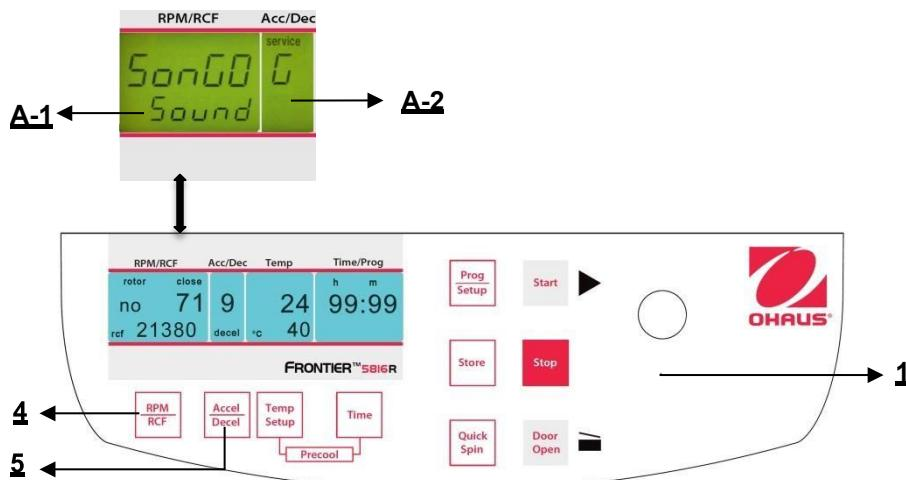

Figura 37
Procedere come descritto al punto 4.1 per inserire questa modalità programma e poi premere il tasto "**Accel/Decel**" (5). Sul display "**Acc/Dec**" (A-2) lampeggia la parola "**Service**". Selezionare adesso la lettera "**G**" con la manopola di regolazione (1). Di conseguenza, sul display "**RPM | RCF**" (A-1), appare la parola "**SonGo/Sound**". Dopo aver premuto il tasto "**RPM | RCF**" (4), è possibile selezionare una suoneria con la manopola di regolazione(1). (Vedere figura 37)